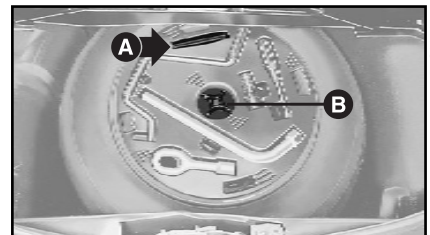

fig. 9
4) Sistemare il supporto facendo coincidere l'asola **A**-fig. 9 con la base del cric.